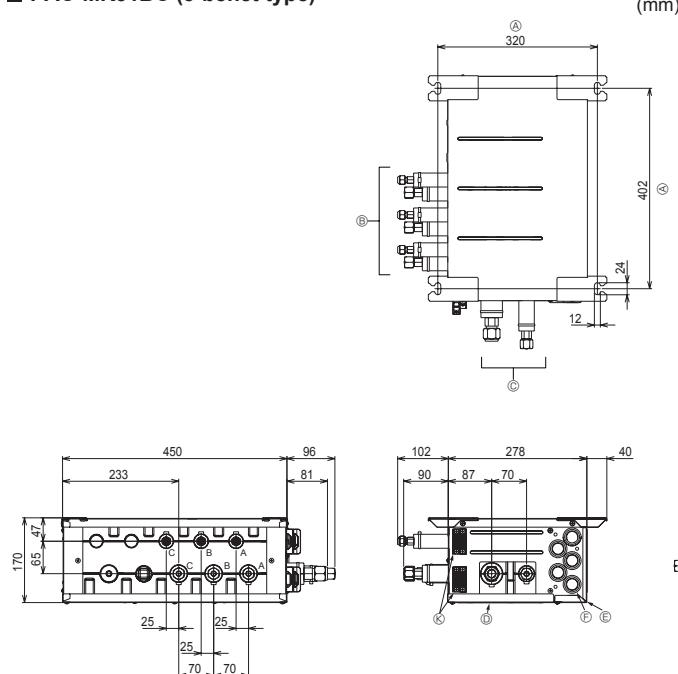

Fig. 4-3
■ PAC-MK31BC (Fig.4-3)
- (1) Monter ophængningsboltene (anskaffes lokalt) med den angivne afstand. (Fig. 4-3, 4-4)